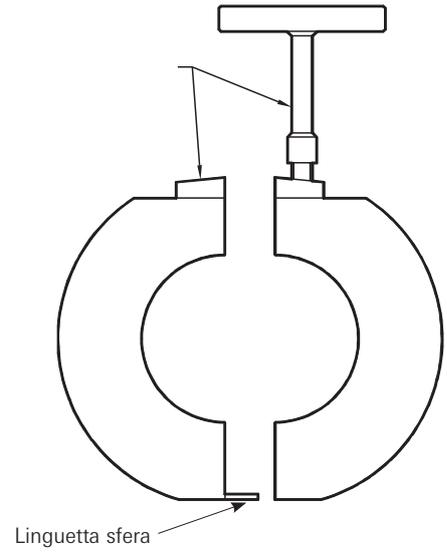

Fig. 2
- 5.2. Rimuovere le due metà della sfera dalla valvola, utilizzando una barra a T. La metà senza linguetta inferiore deve essere estratta per prima e, in fase di riassetto, inserita per ultima (vedere Fig. 2 a pagina 6).